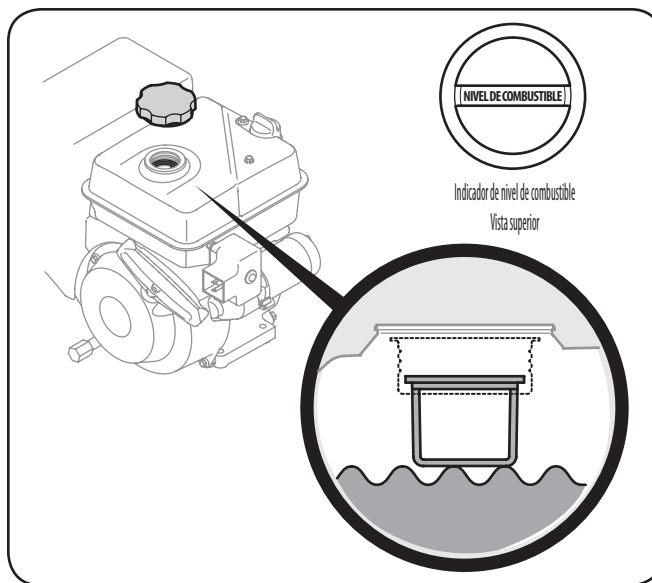

Figura 3-4
**NOTA:** En los tanques que tienen un indicador del nivel de combustible, llene el tanque hasta que el combustible alcance la marca indicadora “fuel full (combustible lleno)”. Consulte la Figura 3-4. Para todos los demás tanques, llene el tanque hasta que el combustible llegue a ½ pulgada por debajo de la base del cuello de llenado para dejar espacio para la dilatación del combustible. Tenga cuidado de no llenar en exceso.